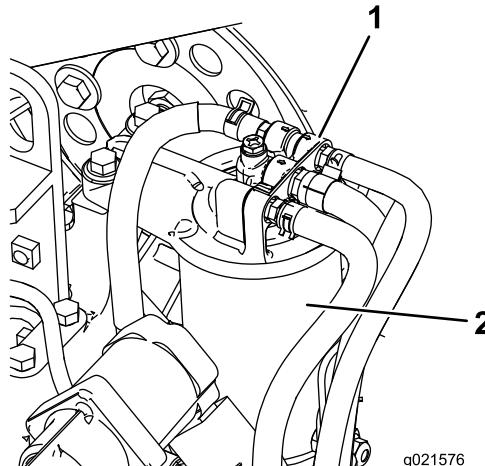

Figura 76
- Limpie la zona alrededor de la cabeza del filtro de combustible (Figura 76).
- Retire el filtro y limpie la superficie de montaje del cabezal del filtro (Figura 76).